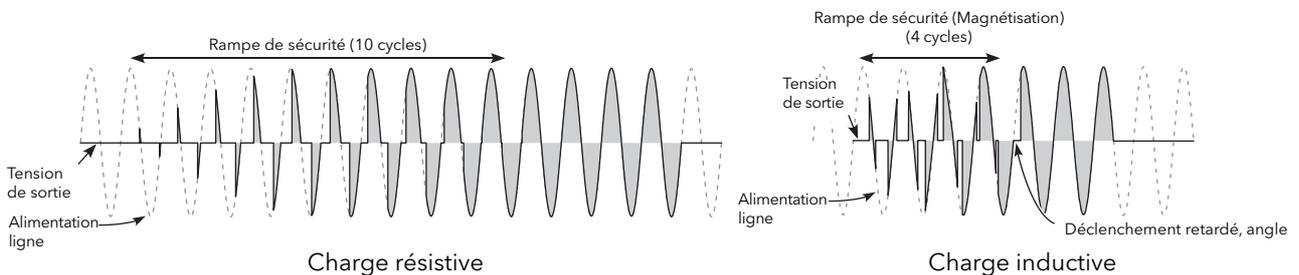

Figure 96 Exemples de rampe de sécurité (en train d'ondes)
**Safety Ramp** Affiche la durée de la rampe de démarrage, en périodes de tension d'alimentation (0 à 255), à appliquer au démarrage. La rampe est une rampe en angle de phase de 0 à l'angle de phase cible voulu, ou de 0 à 100 % en conduction de train d'ondes. Voir **Figure 96**. La rampe de sécurité n'est pas applicable au mode Intelligent Half cycle (IHC) (Demi-cycle intelligent).